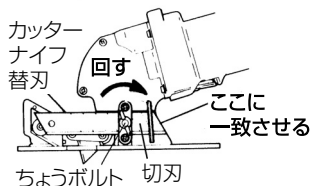
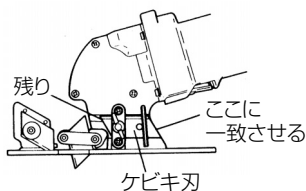

図 24
図 25
- (2) カッターナイフ替刃の先端を図 24 のようにギヤカバーの端面と一致させます。
- (3) ちょうボルトを、パチンと音がするまで回します。(図 24)
- (4) ちょうボルトを少しゆるめ、カッターナイフ替刃および切刃をとります。(図 24)
- (5) ちょうボルトを1～2回転右に回します。そのままにしておきますと、切断中にちょうボルトがゆるみ、紛失する原因となります。
- (6) ケビキ刃を作る場合には、図 25 のようにカッターナイフ替刃を凹部にさし込み、(3)、(4)と同様の方法で、ケビキ刃を作ります。